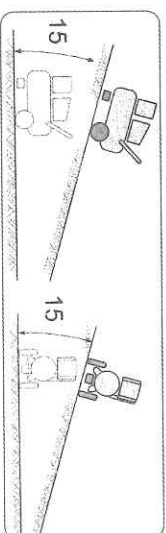

FIGURA 6.9
- Compresores sobre ruedas:** A fin de evitar daños al compresor, utilícelo sobre una base nivelada o como es recomendado en un máximo de 15° (Figura 6.9). Si el compresor está siendo utilizado en un plano inclinado (máximo 15°) las ruedas deben ser calzadas, para evitar el deslizamiento indeseado.